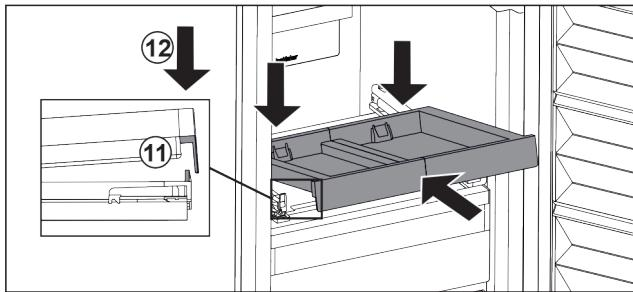

Fig. 103
- 倾斜推入。确保两侧的挡块位于卡舌后面。 Fig. 103 (11)
- 放下拉出式搁板前部。 Fig. 103 (12)